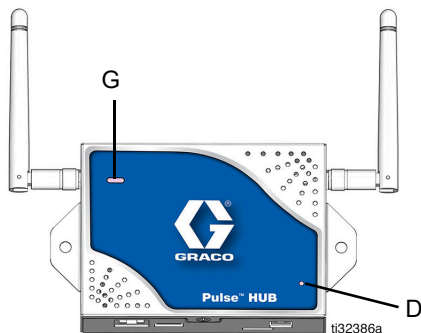

FIG. 5
När Pulse HUB är installerad, kontrollera att strömindikatorlampan (D) (FIG. 5) är PÅ och att Pulse HUB fungerar korrekt.
Status för Pulse Fluid Management-programvaran indikeras av statuslampan (G) på HUB (FIG. 5). Se tabellen nedan för diagnostisk information om alla statuslampor på HUB.